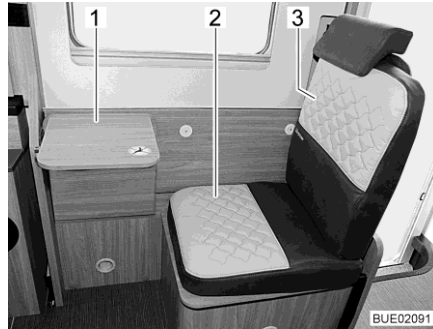
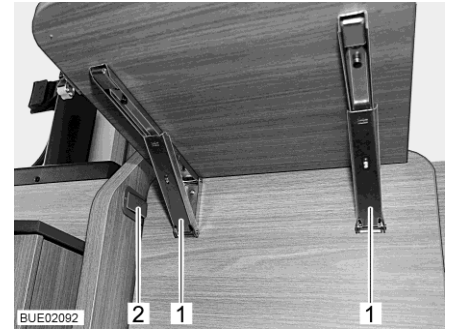

Bild 30 Zusätzlicher Sitz mit Klapp-tisch
Bild 31 Rasten am Klapptisch
- Das beiliegende Sitzpolster (Bild 30,2) und das Rückenpolster (Bild 30,3) anbringen.
- Vorderen Teil der Längssitzbank nach oben schwenken, bis er an der Kunststofffraste (Bild 31,2) einrastet.
- Tischplatte nach unten klappen: Beide Rasten (Bild 31,1) entriegeln und Tischplatte (Bild 30,1) nach unten schwenken.